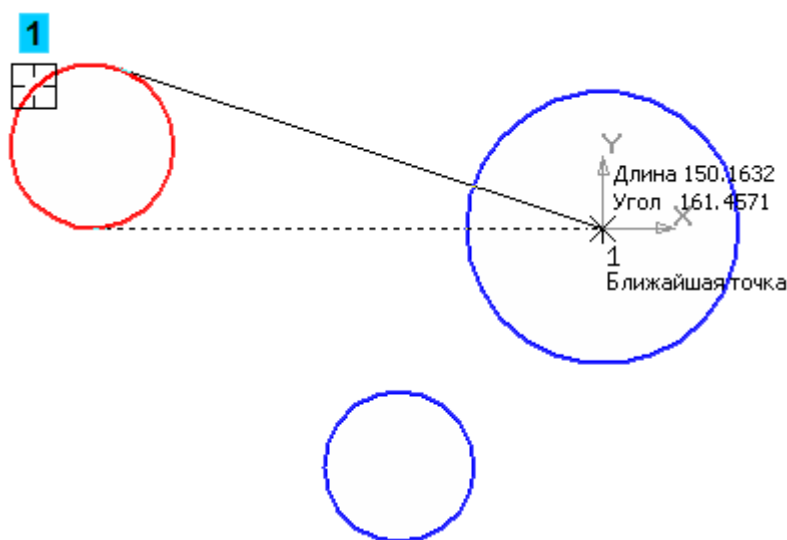

Рисунок 8.
- Укажите курсором левую окружность (курсор 1), затем с помощью привязки Ближайшая точка укажите точку начала координат. (рис. 8)